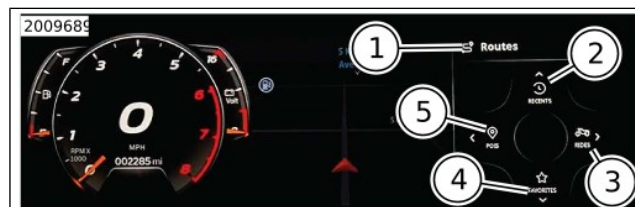

Abbildung 91. Zieloptionen
3. Siehe Abbildung 91. Das Textfeld (1), die Suche (2) oder die Sonderzielvorschläge (3) verwenden, um ein Ziel auszuwählen.